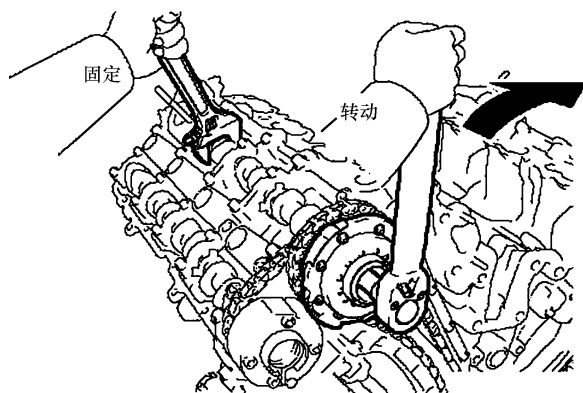
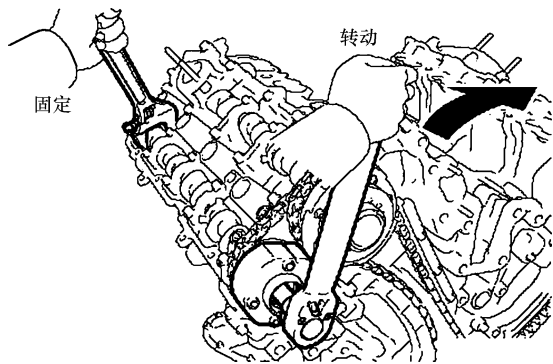

图 24-66 固定 1 号凸轮轴上紧凸轮轴正时齿轮
图 24-67 固定 2 号凸轮轴上紧排气凸轮轴正时齿轮
② 对于气缸列 2，按照图 24-66 所示，用扳手把 1 号凸轮轴的六角部位固定，然后用 12mm 的六角扳手和新螺栓把凸轮轴正时齿轮上紧，紧固力矩为 $79\text{N} \cdot \text{m}$ 。最后按照图 24-67 所示，用扳手固定 2 号凸轮轴六角部位，然后用 12mm 的六角扳手和螺栓把排气凸轮轴正时齿轮上紧，紧固力矩为 $100\text{N} \cdot \text{m}$ 。